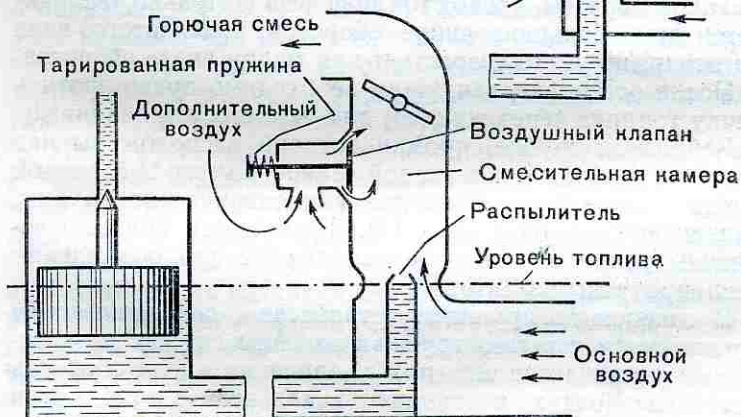

Рис. 19. Главное дозирующее устройство с компенсацией смеси различными способами
**Главное дозирующее устройство.** Главное дозирующее устройство с *утопленным жиклером* (рис. 19) уменьшает интенсивность нарастания расхода топлива при увеличении числа оборотов коленчатого вала двигателя. Проход-
После остановки двигателя необходимо предотвратить утечку топлива через жиклер, для чего его устанавливают в U-образной трубке, кромки которой расположены над уровнем топлива в поплавковой камере. Вместо U-образной трубки применяют также две концентрические трубки, образующие колодцы (рис. 19). Трубка или колодцы заполнены топливом, которое используют для обогащения смеси при разгоне автомобиля.
При *установке распылителя в воздушном канале* жиклер отделен от диффузора и расположен в воздушном канале (рис. 19), соединенном с диффузором через верхнее отверстие и с атмосферой через боковое. Под действием разрежения в диффузоре воздух в смесительную камеру поступает одновременно через диффузор и боковое отверстие, поэтому около жиклера разрежение становится меньше разрежения в диффузоре. Правильное соотношение разрежений устанавливает конструктор подбором диаметров отверстий.
Главное дозирующее устройство *с изменением разрежения в диффузоре* (рис. 19) обедняет смесь при увеличении числа оборотов вала двигателя в результате впуска в смесительную камеру дополнительного воздуха, вследствие чего замедляется увеличение разрежения в диффузорах и понижается расход топлива. Смесительная камера данного карбюратора может сообщаться с атмосферой через отверстие, закрываемое автоматическим клапаном. Клапан удерживается в закрытом положении под действием силы тяжести или тарированной пружины.